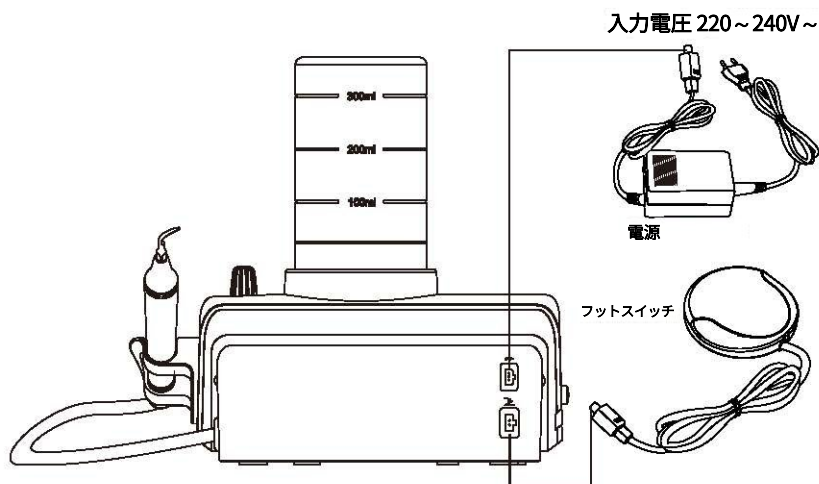

図3
c) フットスイッチのプラグをソケットに差し込みます（図3を参照）。